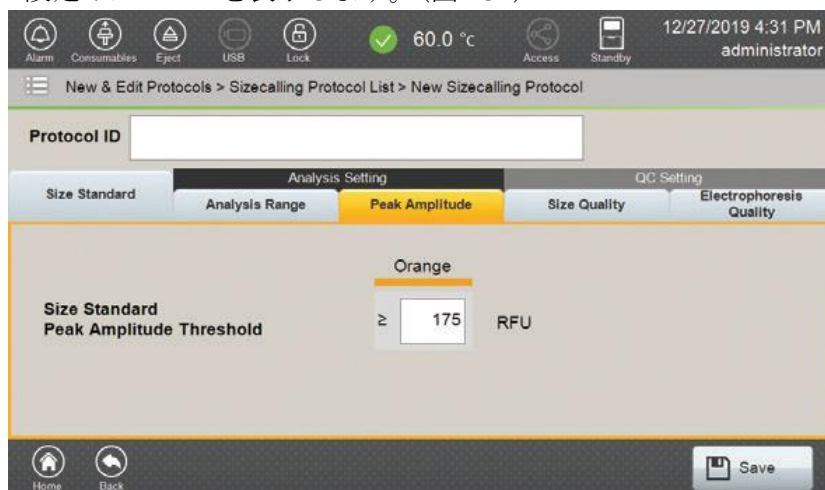

図 132 Peak Amplitude タブ
Peak Amplitude Threshold	ピークのサイズを決めて呼び出すために、RFU の最小値を定義します。この閾値より低いピークはキャンセルされず、引き続き表示されます。（ソフトウェア上の範囲は 1 RFU から 30000RFU）（図 132） 閾値は size standard に使用される dye channel に対して設定されなければなりません。Size standard のピークが Sizecalling のアルゴリズムで考慮されるために、そのピークは Sizecalling Protocol で設定された peak amplitude threshold を超えたものでなければなりません。1 つ以上のピークが peak amplitude threshold 以下の場合、そのサンプルの SQ と EQ の値が下がる可能性があります。閾値は、二次解析に用いられるものと同じになるように通常は設定されます。
7. Peak Amplitude のタブを選択し、Size standard peak amplitude thresholds の設定オプションを表示します。(図 132)